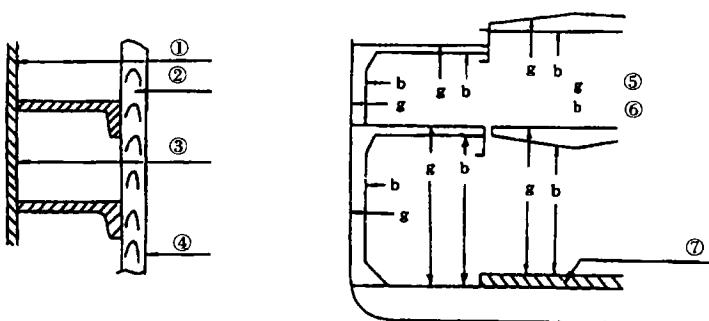

图 1.8 舱容 cargo capacity
① 型深 D ② 干舷 freeboard ③ 吃水 draught
1.6 吨位及舱容 tonnage and cargo capacity(见图 1.8)